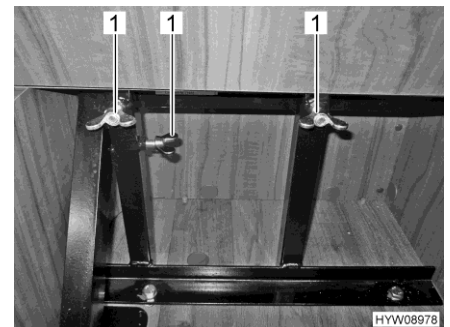

Bild 23 Stecksitz mit Flügelmuttern sichern
- Stecksitz mit Flügelmuttern (Bild 23,1) sichern.